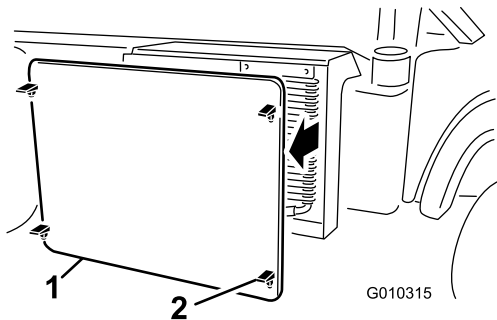

図 58
2. ラジエタースクリーンのラッチを外して、ラジエター前面から外す 図 58。